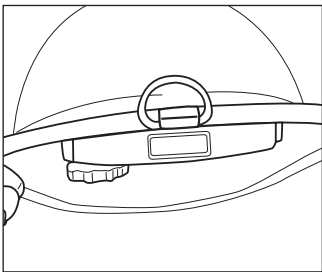

Figure 8
- Revenez à la première vis et finissez de la serrer (figure 8).